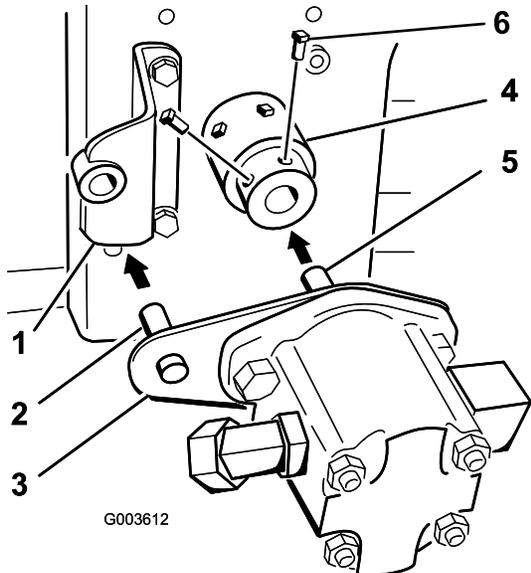

図 20
注 油圧ポンプのシャフトがエンジンの PTO シャフトに接触する 図 20。
11. 2本の固定ねじ 5/16 x 3/4" にねじゆるみ止め接着剤取り外し可能タイプを塗り、ハブアセンブリを油圧ポンプのシャフトに固定する 図 20。